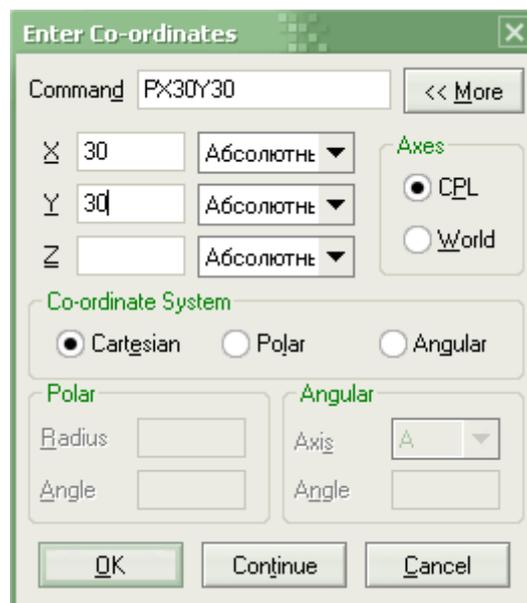
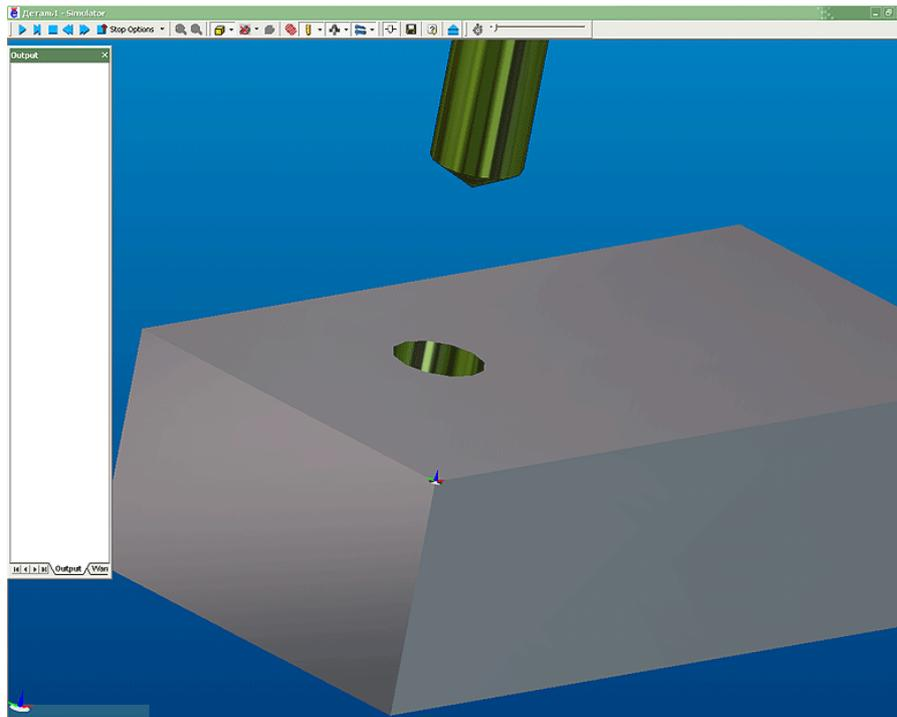

Рис. 6. Edgemat Точку засверливания определить через команду абсолютные координаты
Рис. 7. Edgесam визуализация процесса
3. Точку засверливания определить через команду "абсолютные координаты" (рис. 6), в данном случае X30Y30, визуализация процесса показана на рис.7;